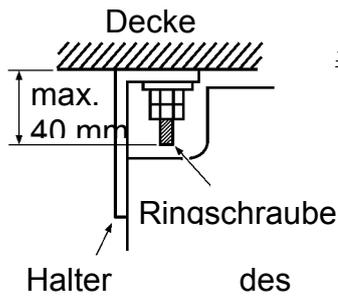

Abb. 25
- Stellen Sie im voraus den Abstand zwischen dem Gerät und der Deckenplatte ein (siehe Abb. 25.)